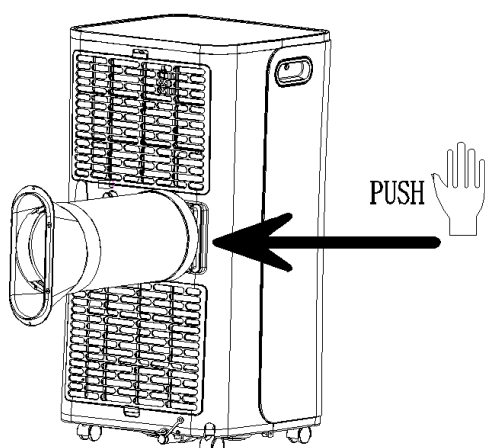

Fig.1
1.1 Installez l'ensemble avec le tuyau d'évacuation d'air (comme selon la Fig.1.): vissez l'ensemble du tuyau d'évacuation d'air (l'extrémité du tuyau de la sortie d'air) dans l'orifice sortie d'évacuation d'air à l'arrière du climatiseur (12).